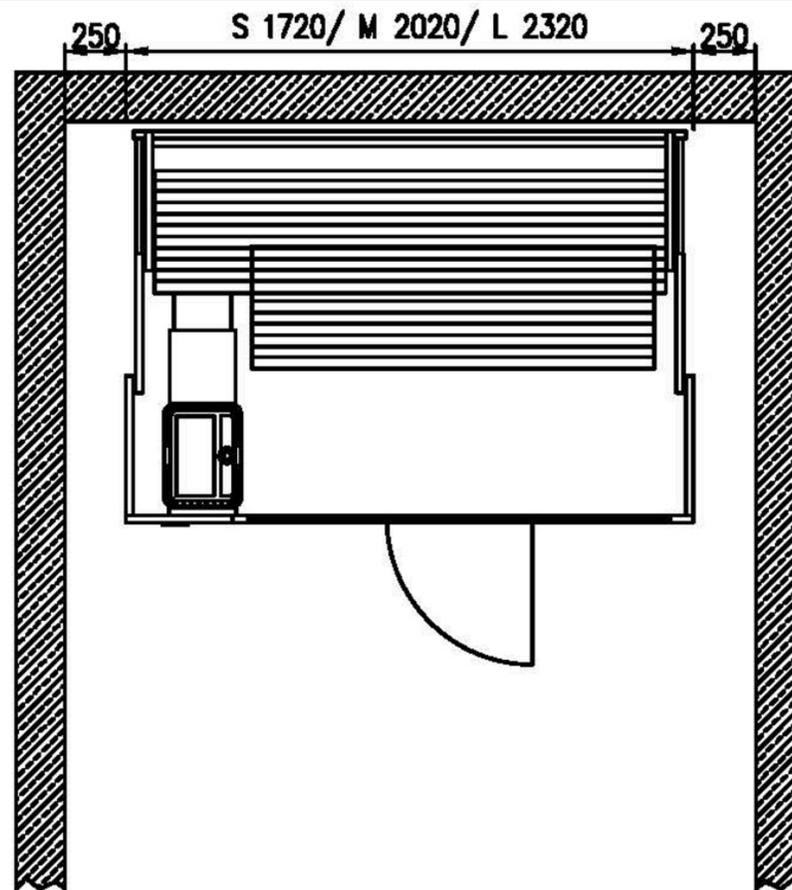

Рисунок 13
- При наличии плинтуса у стены помещения сауна S1 устанавливается перед плинтусом [см. рис. 13].